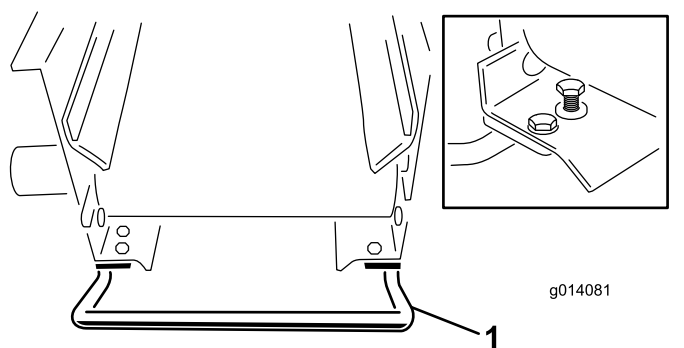

Figura 2
Fissate le maniglie al trasportatore trasversale, sotto le guide laterali, utilizzando (4) bulloni da 1/4 x 3/4 pollici e dadi di bloccaggio flangiati (Figura 2).